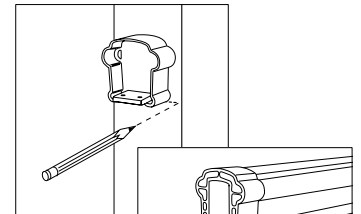

Figura 4
6. Con lápiz, haga una marca con cuidado y ligeramente en la base de cada uno de los cuatro soportes (Figura 4).